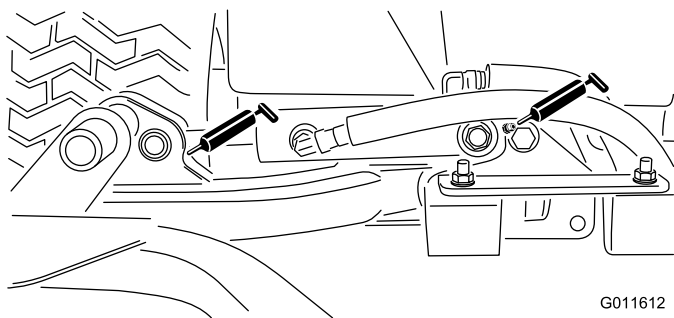

Figura 31
- Cilindros do braço de elevação da unidade de corte (2 de cada) (Figura 31)
- Articulações do braço de elevação (1 de cada) (Figura 31)